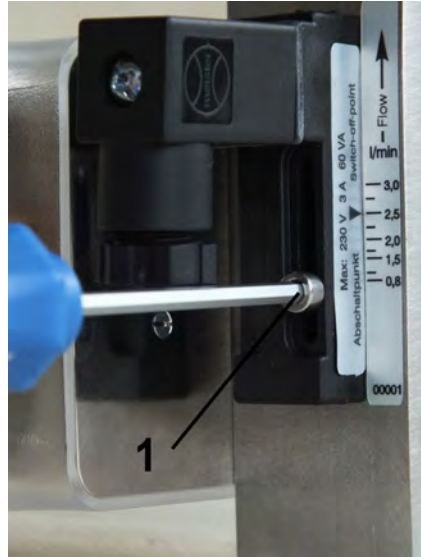

Abb. 34: Feststellschrauben lösen
1. Die Feststellschrauben des Schaltkontaktes (Abb. 34/1) mit einem Sechskant-Schraubendreher lösen.
3. Feststellschrauben des Schaltkontaktes (Abb. 34/1) mit einem Sechskant-Schraubendreher wieder anziehen. Dabei Schrauben-Anziehdrehmoment beachten.